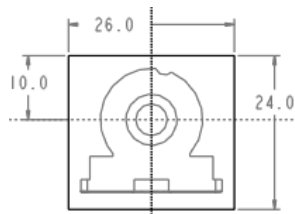

图 14.5 截面草图
(1) 选择命令。单击 **模具** 功能选项卡 **形状** 区域中的 **拉伸** 按钮。
(2) 创建实体拉伸特征。
① 选取拉伸类型。在出现的操控板中,确认“实体”类型按钮 **实体** 被按下。
② 定义草绘截面放置属性。在绘图区中右击,从系统弹出的快捷菜单中选择 **定义内部草绘...** 命令。选择 MAIN_PARTING_PLN 基准平面作为草绘平面,草绘平面的参考平面为 MOLD_RIGHT 基准平面,方位为 **下**,单击 **草绘** 按钮,系统至此进入截面草绘环境。
③ 绘制截面草图。进入截面草绘环境后,选取 MOLD_FRONT 基准平面和 MOLD_RIGHT 基准平面为草绘参考,截面草图如图 14.5 所示;完成特征截面的绘制后,单击“草绘”操控板中的“确定”按钮 **✓**。
④ 选取深度类型并输入深度值。在操控板中单击 **选项** 按钮,从系统弹出的界面中选取侧 1 的深度类型 **盲孔**,再在深度文本框中输入深度值 5.0,并按 Enter 键;然后选取侧 2 的深度类型 **盲孔**,再在深度文本框中输入深度值 15.0,并按 Enter 键。